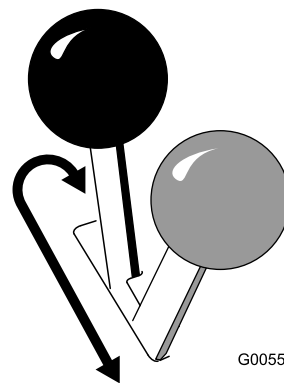

图 13
- 要接合驻车刹车应将控制杆向前和向左推然后向后拉图 13。
- 要释放制动器请向前推控制杆然后向右推入槽口图 13。